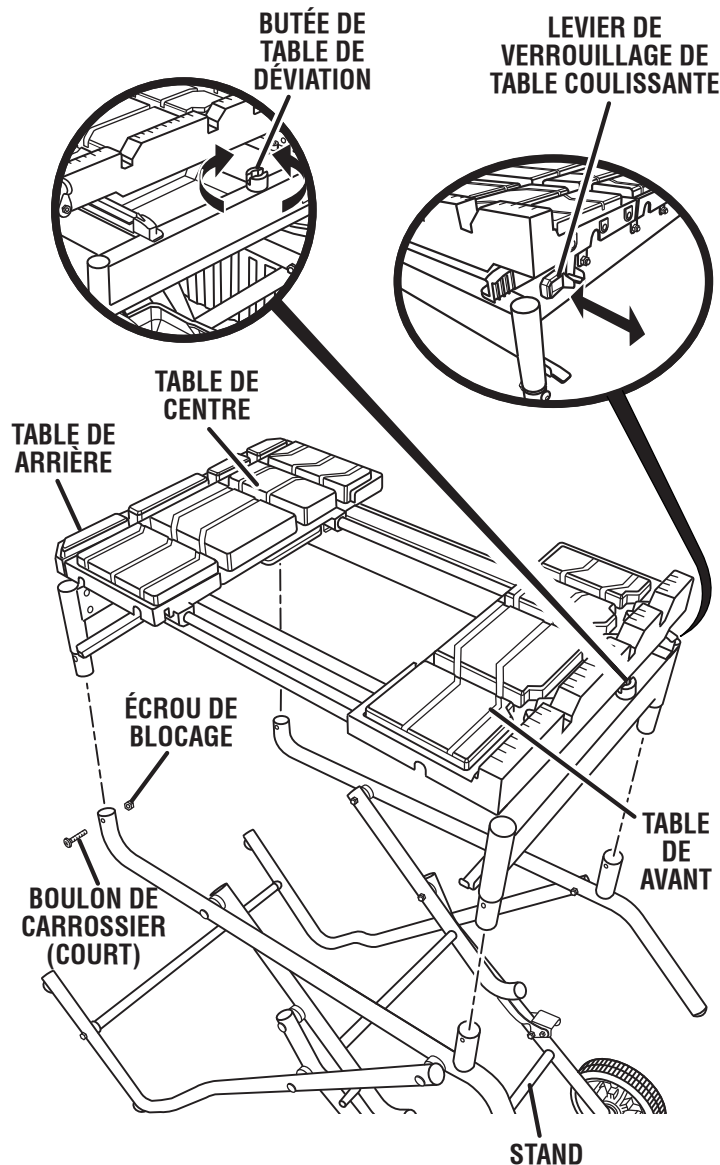

Fig. 8
Voir la figure 8.
- Glisser les tubes de la ensemble de bâti d'eau dans les tubes du support. Comme illustré la figure 8.